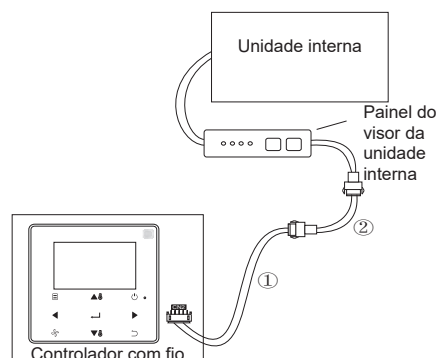

Figura 12
- Para a IDU de CC que não é da segunda geração, o controlador com fio precisa ser interconectado ao terminal de 5 núcleos no painel da tela da IDU pela CN2. Consulte a Figura 12. A linha de conexão padrão a seguir define ① e ② conforme configurado para os acessórios do controlador com fio a seguir.